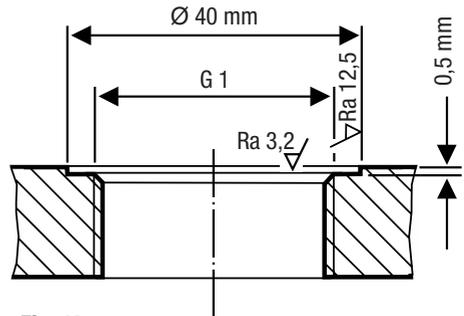

Fig. 12
- Verificare che le superfici di tenuta e la filettatura sulla caldaia o flangia di montaggio siano lavorate in modo accurato, ved. Fig. 12.
Le superfici di appoggio devono essere lavorate in modo accurato come in Fig. 12.